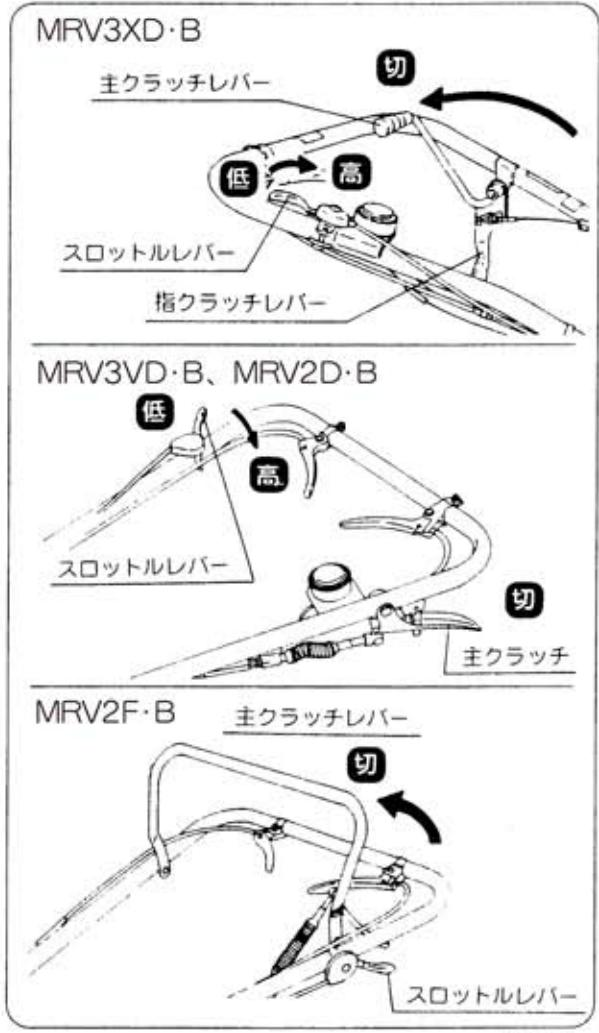

図17
- ② 低速から高速に切換操作は主クラッチを一旦切ってからおこなってください。（図17）
- ③ 高速の「前進」の切換操作は主クラッチを一旦切ってからおこなってください。（図17）